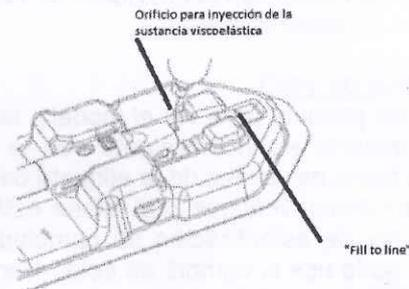

Figura 5
Paso 4. Coloque la aguja de la solución viscoelástica perpendicular al sistema de inyección precargado e insértela en el puerto de inyección viscoelástica del cartucho del sistema de inyección precargado como se muestra en la Figura 5 hasta que el viscoelástico alcance el "fill-to-line". En este paso se necesitan aproximadamente 0,4 ml de viscoelástico.